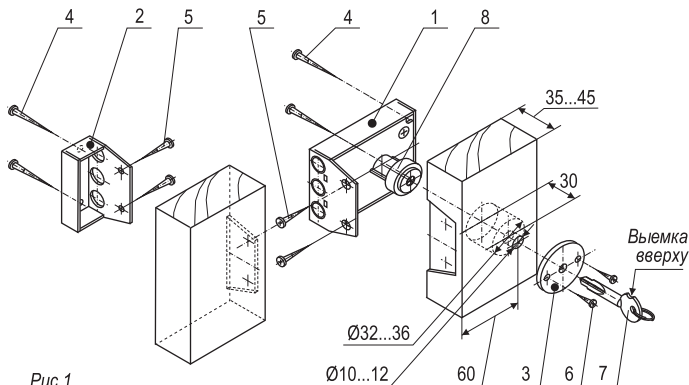
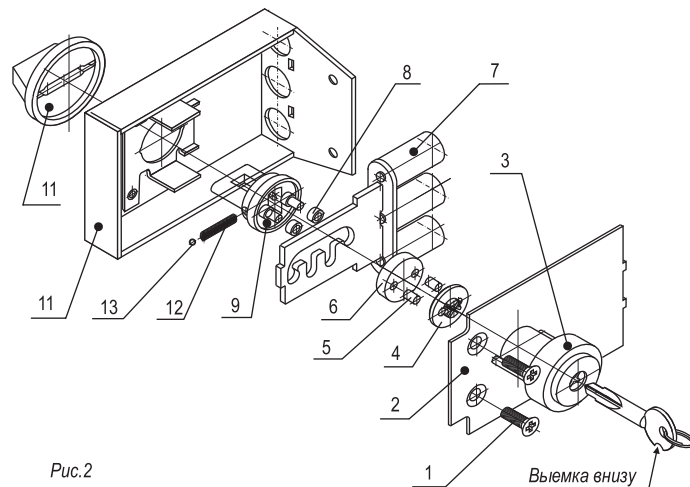

Рис.1
Рис.2
7. **ВНИМАНИЕ!** Ключ вставляется и вынимается из цилиндрического механизма только при вертикальном положении диска ключа выемкой вверх (см. рис. 1) или вниз (см. рис. 2) в зависимости от установки замка на правых и левых дверях. Допускается переустановка цилиндрического механизма на крышке замка с разворотом его на 180°.
8. Отпирание замка изнутри (см. рис. 1) осуществляется поворотом ручки постоянного ключа по часовой стрелке, а снаружи поворотом ключа против часовой стрелки. Для фиксации засова в крайнем закрытом положении изнутри помещения не доверните ручку постоянного ключа до упора (примерно на 45° сверх одного полного оборота). В данном случае замок
ПОРЯДОК МОНТАЖА (см. рис.1)
ТЕХНИЧЕСКОЕ ОБСЛУЖИВАНИЕ (см. рис. 2)
1. Разборка замка - в случае необходимости (см. рис. 2):
2. Сборку производите в обратном порядке, располагая детали, в соответствии с рис. 2.